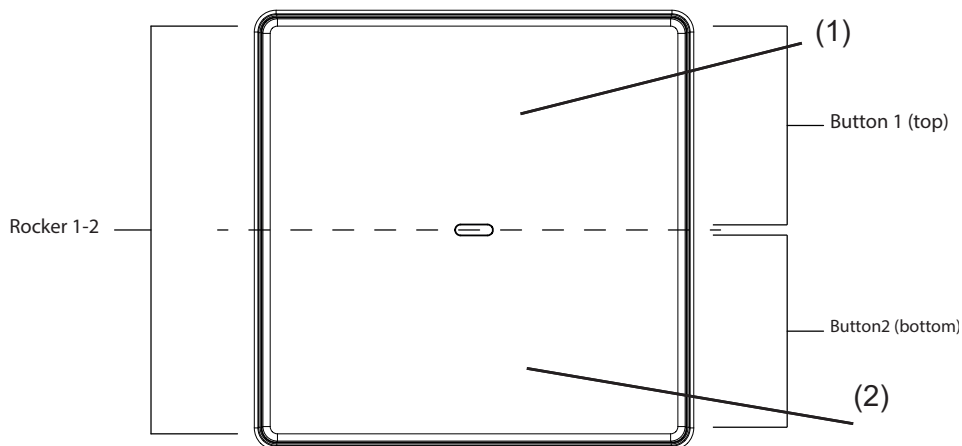

Bild 10: Tryckknapp BCU enkel
- Tryck in knapp 1 (Bild 10, 1) och knapp 2 (Bild 10, 2) samtidigt i fem sekunder.
- Tryck på knapp 1 (Bild 10, 1).
- Tryck på knapp 2 (Bild 10, 2).
- Tryck på knapp 1 (Bild 10, 1) och knapp 2 (Bild 10, 2) samtidigt igen i fem sekunder.